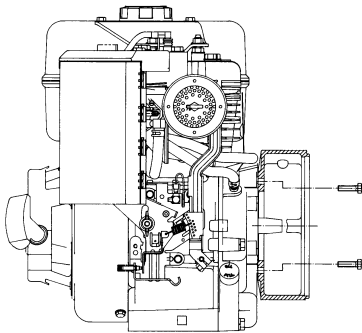

Fig. 1
-) montare il coperchio anteriore sul motore fissandolo con le apposite viti e applicando una coppia di serraggio di $48 \pm 7\%$ se si impiegano viti M10 o $21 \pm 7\%$ Nm nel caso di viti M8 (fig. 1).
-) mount the front cover on the motor, fixing it with the appropriate screws and applying a tightening torque of $48 \pm 7\%$ Nm if using M10 screws or $21 \pm 7\%$ Nm for M8 screws (fig. 1).
-) monter le couvercle avant sur le moteur en la fixant avec les vis prévues à cet effet et en appliquant un couple de serrage de $48 \pm 7\%$ Nm si on utilise des vis M10 ou de $21 \pm 7\%$ Nm en cas de vis M8 (fig. 1).
-) den vorderen Deckel auf den Motor stzen und ihn mit Hilfe der entsprechenden Schrauben und einem Anzugsmoment von $48 \pm 7\%$ festziehen, wenn Schrauben M10 verwendet werden, oder aber mit einem Anzugsmoment von $21 \pm 7\%$ Nm bei Verwendung von Schrauben M8 (Abb. 1).
-) montar la tapa anterior encima del motor sujetándola con sus tornillos y aplicando un par de torque de $48 \pm 7\%$ Nm si utiliza tornillos M10, o de $21 \pm 7\%$ Nm si utiliza tornillos M8 (fig. 1).